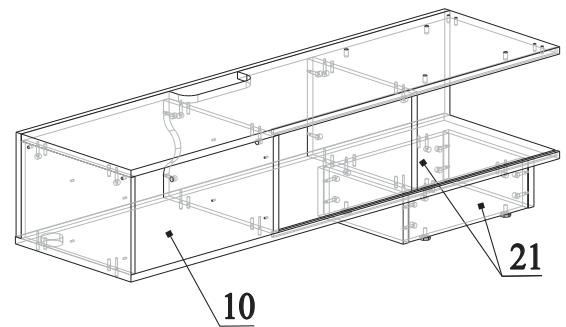

Рис.20
45. Соединить детали 21 с деталью 10, затянуть эксцентрики по часовой стрелке до упора (рис.20)